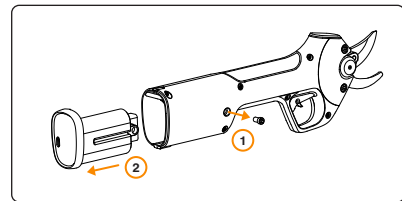

Figura 6. Remoção e substituição da bateria.
- Retire o parafuso Allen de 4 mm da tampa, como descrito na Figura 6.